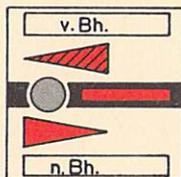

Bild 55
- (4) Wurde die Erlaubnis vorzeitig abgegeben, solange die Blockstrecke noch besetzt ist, blinkt der Erlaubnisabgabemelder rot, der Erlaubnisempfangsmelder leuchtet rot (vgl. Bild 55).